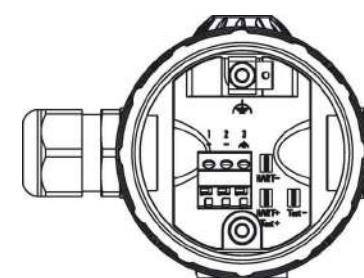

Рисунок 13 - Маркировка кабельного соединителя преобразователя с кабельным вводом
13.5.3 Чтобы подключить кабель к преобразователю, открутите заднюю крышку корпуса (см. рисунок 5). Пользуясь маркировкой кабельного соединителя на плате преобразователя (см. рисунок 13), произведите подключение согласно таблице 14.
Примечание - Преобразователи могут быть заземлены с помощью вывода 3 разъема или через внутренний зажим заземления (см. рисунок 13).